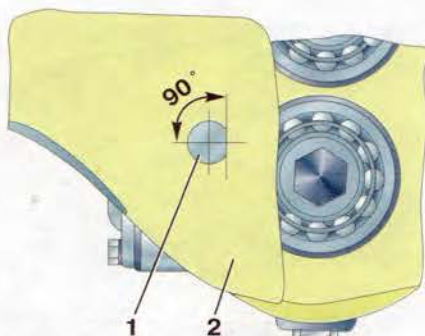

Рис. 6.14. Установка оси промежуточной шестерни заднего хода: 1 – ось; 2 – пластина
17. Запрессуйте ось 24 шестерни заднего хода до упора в картер (рис. 6.14).